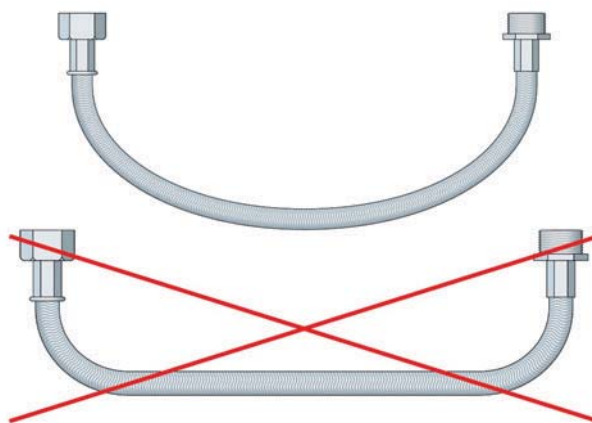

Figure 2 – Traction
- éviter toute traction, soit au montage (fig. 2), soit par l'action de la pression ou de la dilatation ;